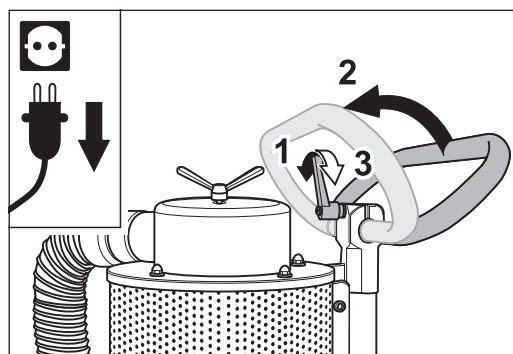

Fig. 5 Para inclinar la máquina hay que aflojar primeramente la palanca de sujeción y desplazar hacia adelante el asidero.
- 3 Afloje la palanca de sujeción del asidero, desplace el asidero hacia adelante y vuelva a apretar la palanca de sujeción (Fig. 5).